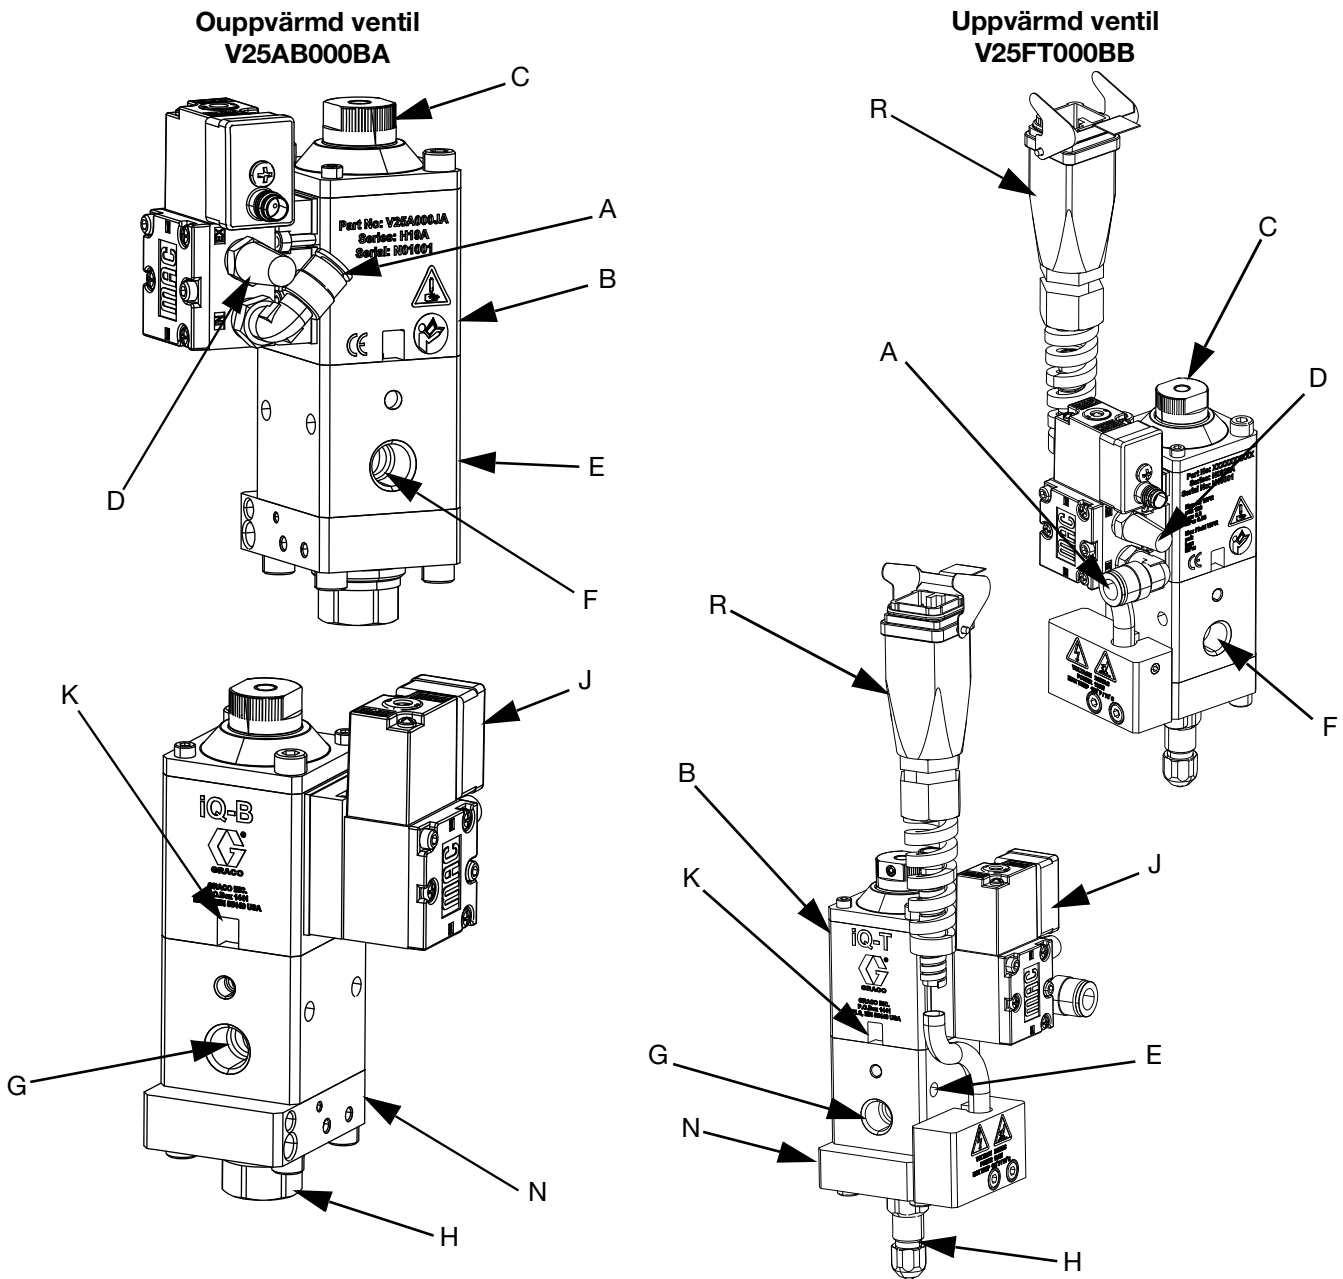

Fig. 1: Utmatningsventil med kula-säte och utmatningsventil med spets-säte
- a. Anslut luftmatningsröret på luftkopplingen (A) på ventiler med magnetdonet (J) monterat på luftsektionen (B). Se FIG. 1 på sidan 8.